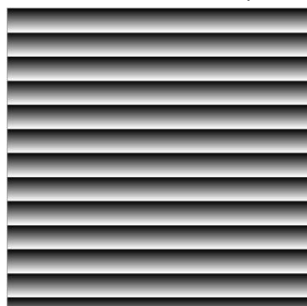

图 5-11
- (2) 垂直灰度渐变: 如图 5-11 所示, 预览为垂直方向的静止灰度渐变图;